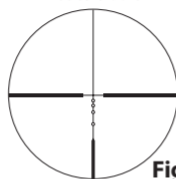
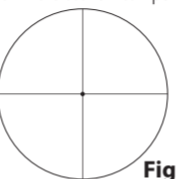
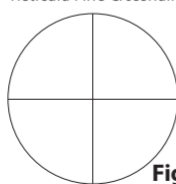
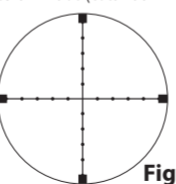

Fig. 3-1
Fig. 3-3
Fig. 3-4
Fig. 3-6
(1) Enfoque
- 1 Mire a través del ocular colocando el ojo a unos 10 cm (4 pulg.) de distancia del ocular para ver la retícula BDC (Fig. 3-1), la retícula Dúplex (Fig. 3-2), la retícula Fine Crosshair con punto (Fig. 3-3), la retícula Fine Crosshair (Fig. 3-4), la retícula núm. 4 (Aleman 4) (Fig. 3-5), o la retícula Mildot (estándar MIL) (Fig. 3-6). Asegúrese de colocar el ojo con la alineación y distancia entre el ojo y el ocular correctos; de lo contrario, "no verá nada".